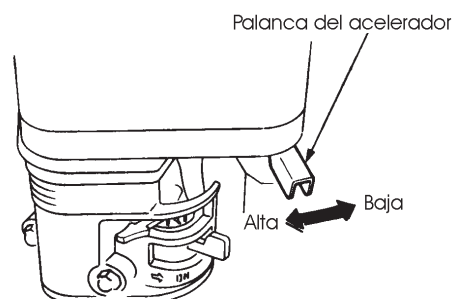

Figura 12. Palanca del acelerador
4. Coloque la **palanca del acelerador** (Figura 12) a la mitad entre la velocidad **alta y baja**.
- Coloque la **palanca del acelerador** (Figura 12) a la posición **baja**, y escuche como disminuye la velocidad del motor.